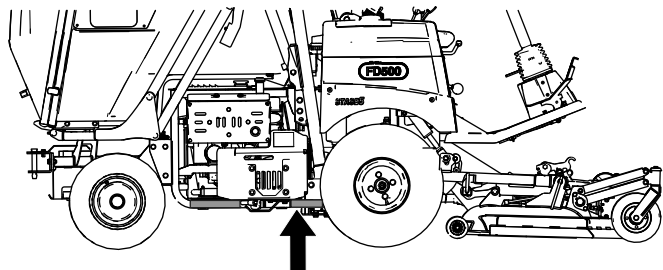
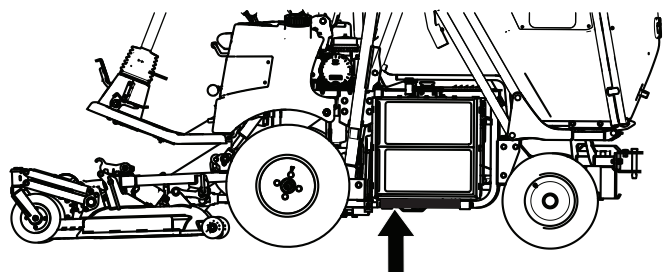

Figure 33
Figure 34
2. Placez un cric sous le tube de cadre (Figure 33 et Figure 34), juste sous le tube de l'arceau de sécurité, ou aussi près que possible.